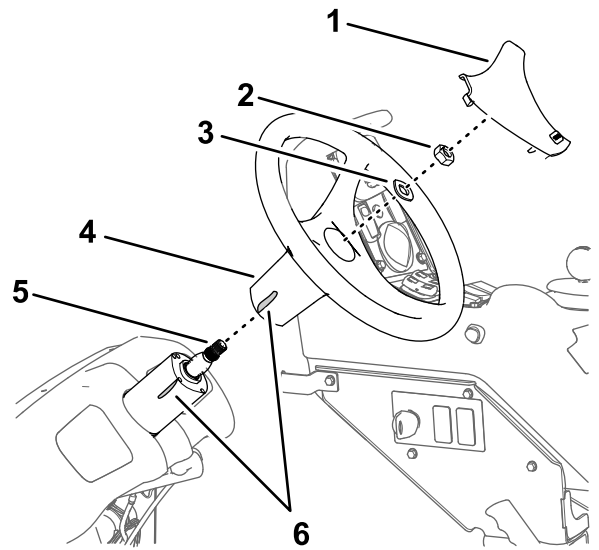

图159
1. 用一条胶布在转向阀上标记方向盘的位置图159。
2. 拆除方向盘的盖子图159。
3. 拆下将方向盘固定到转向阀上的螺母5/8 英寸和垫圈5/8 英寸然后取下方盘图159。